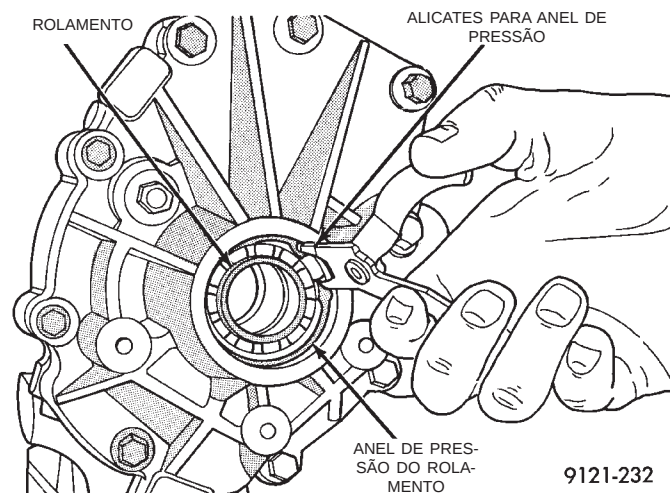

Fig. 53 Anel de Pressão do Rolamento
- (4) Remova o anel de pressão de retenção do rolamento (Fig. 53).